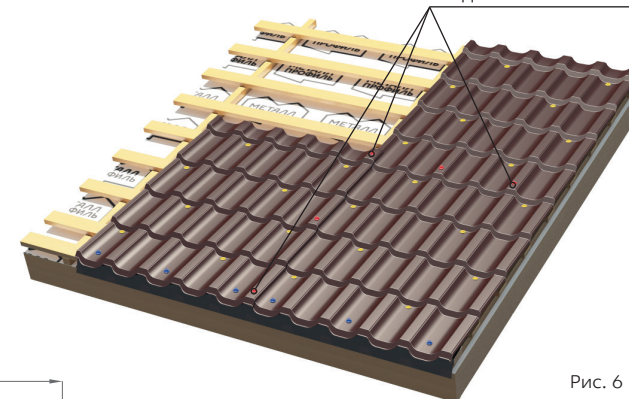

Рис. 6
• Листы соединяют саморезами в крайнюю верхнюю часть волны или в торец профиля (Рис. 5) так, чтобы они не были прикручены к обрешетке и могли при этом соединять листы друг с другом. Шаг крепления через 1 волну (Рис.6).
• В местах стыковки листов саморезы крепятся в крайнюю верхнюю часть волны или в торец профиля с шагом через 1 волну (Рис. 6).